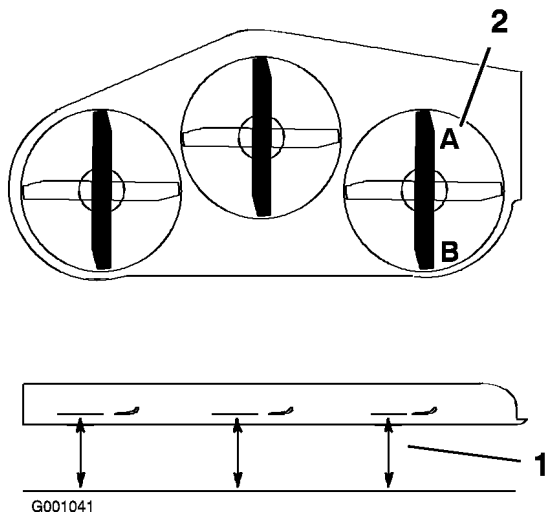

Figura 62
1. Coloque la cuchilla derecha en posición longitudinal (Figura 62).
2. Mida la cuchilla derecha en la posición **A** desde una superficie nivelada hasta el filo de corte del extremo de la cuchilla (Figura 62).
4. Mida la cuchilla derecha en la posición **B** desde una superficie nivelada hasta el filo de corte del extremo de la cuchilla (Figura 62).
6. La cuchilla del cortacésped debe estar entre 6 y 10 mm más baja en la posición **A** que en la posición **B** (Figura 62). Si no es correcta la distancia, continúe con los pasos siguientes.